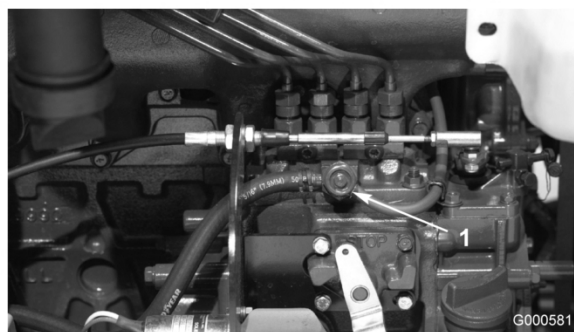

Figura 37
- Desaperte o parafuso de drenagem que se encontra na bomba de injeção de combustível (Figura 37).